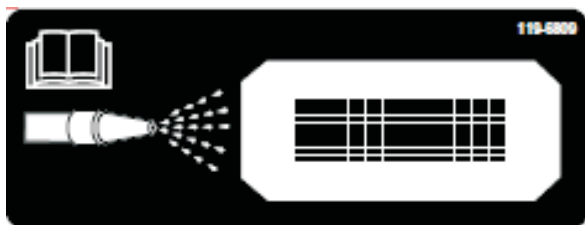
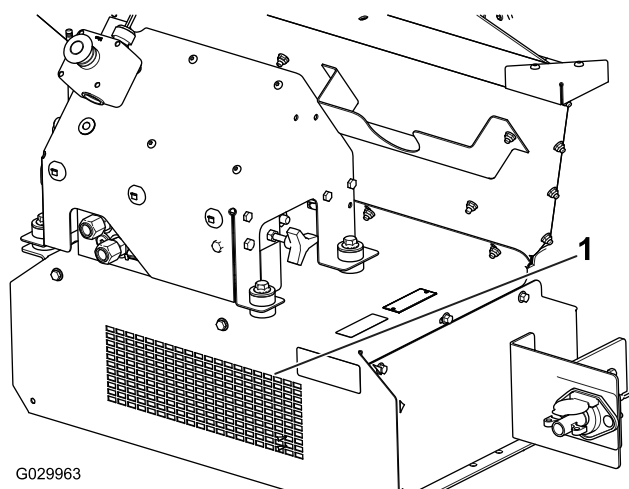

Bild 57
Bild 58
10. Ermitteln Sie den Reinigungsanschlussschild vorne an der Maschine (Bild 57). Spritzen Sie mit einem Gartenschlauch durch das vordere Schutzgitter, bis die Bodenplatte kein Material mehr enthält (Bild 58).